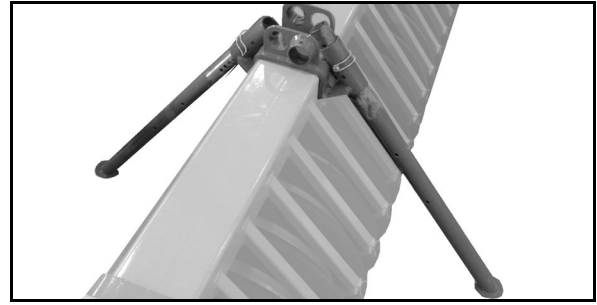

Fig. 44
2. Pull out the pin (Fig. 44/1).